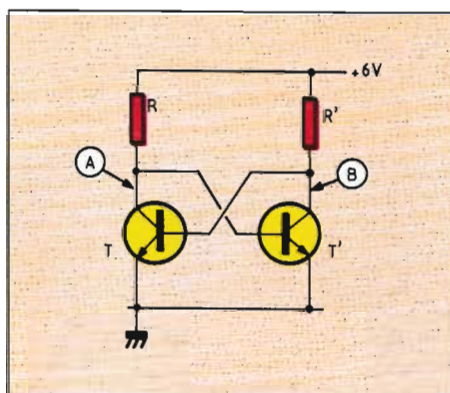

Fig. 1. — Dans ce bistable ultra-simplifié, un transistor est saturé, l'autre bloqué. Un des collecteurs est à 0,1 V, l'autre à 0,7 V par rapport à la masse.
Citons, plus pour l'étrange simplicité de son schéma que pour son utilisation actuelle, le fameux « DCTL » (*Direct Coupled Transistor Logic* = circuit logique à transistors à couplages continus). Son schéma est celui de la figure 1. Il est vraiment difficile de trouver un schéma plus... dépouillé.
Le grave défaut du montage de la figure 1 est qu'il est peu commode de savoir dans quel état il est. Evidemment, un voltmètre connecté entre (A) et la masse vous le dira, selon qu'il indique 0,7 ou 0,1 V, mais il s'agit d'une solution plutôt chère et encombrante.